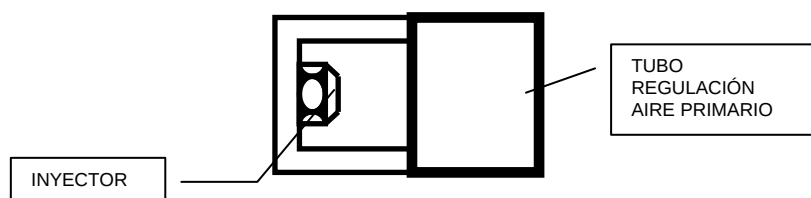

Figura 2
- Con una llave Gedore desenroscar el inyector en sentido antihorario, según figura 2.